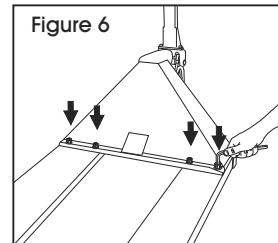

Figure 6
4. Serrez les vis sur chaque dent de la fourche du transpalette. (Voir Figure 6)